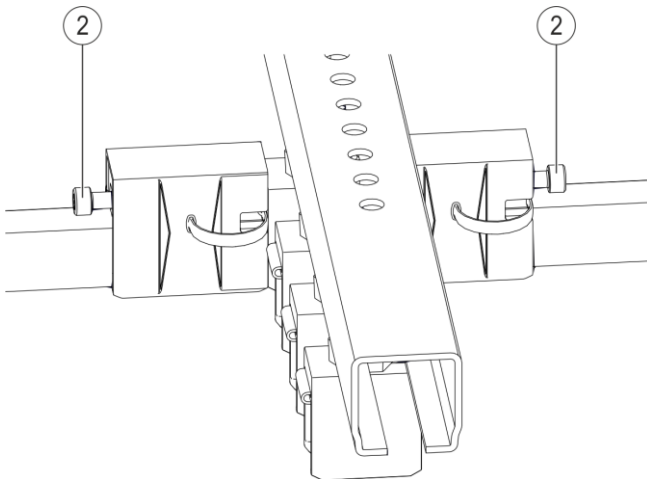

Abb. 93: Fixpunktklemmen 0812 verschrauben
- Die seitliche Schraube (Pos. 2) (siehe Abb. 93) an den Fixpunktklemmen mit dem vorgeschriebenen Drehmoment (SW 5, Drehmomentschlüssel: **5,5-6 Nm**) anziehen. Schrauben erst anziehen, wenn die Einstellung der Anlage und die Einstellung der Dehnelemente (siehe Kapitel 6.4.3.7) abgeschlossen ist.